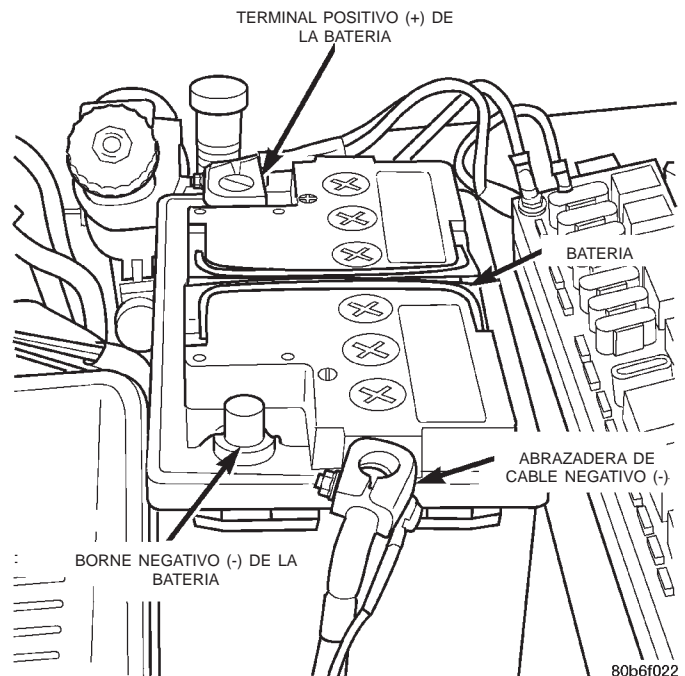

Fig. 16 Cable de batería desconectado
- (1) Verifique que el interruptor de encendido y todos los accesorios estén en posición OFF.
- (2) Desconecte de los bornes de la batería los terminales de cable, comenzando por los negativos (Fig. 16).